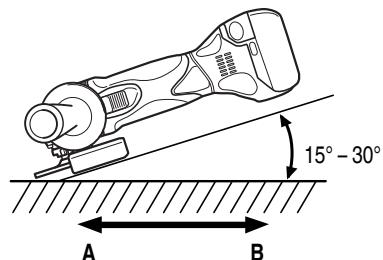

Fig. 8
S'assurer que la bouton-poussoir n'est pas engagée appuyant dessus deux ou trois fois avant de mettre la meuleuse en marche. (Fig. 8)
- Utiliser un angle de meulage correct. Meuler seulement avec le rebord de la meule en soulevant la meuleuse de 15° à 30°, comme montré sur la Fig. 8.
- Déplacer la meuleuse dans la direction correcte. Lors de l'utilisation d'une nouvelle meule à dépression centrale dans la direction A (Fig. 8), le rebord de la meule risque de couper la pièce à usiner. Dans ce cas meuler dans la direction B (Fig. 8). Une fois que la meule est usée, la pièce à usiner peut être meulée dans les deux directions.